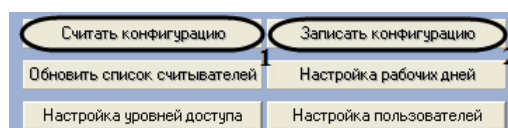

Рис. 3.3—12 Запись конфигурации в ППК Рубикон
2. Нажать кнопку **Считать конфигурацию** для считывания конфигурации устройств ППК Рубикон (см. Рис. 3.3—12, 1).
3. Нажать кнопку **Записать конфигурацию** для записи в устройства ОПС Рубикон конфигурации оборудования ОПС Рубикон в программном комплексе ACFA Intellect (см. Рис. 3.3—12, 2)